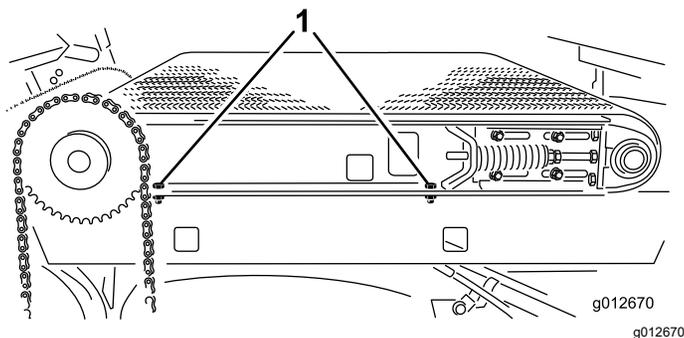

Figura 36
- 2. No lado direito da máquina, aperte os dois parafusos que prendem a calha da estrutura de deslizamento ao guarda-lamas direito (Figura 36).